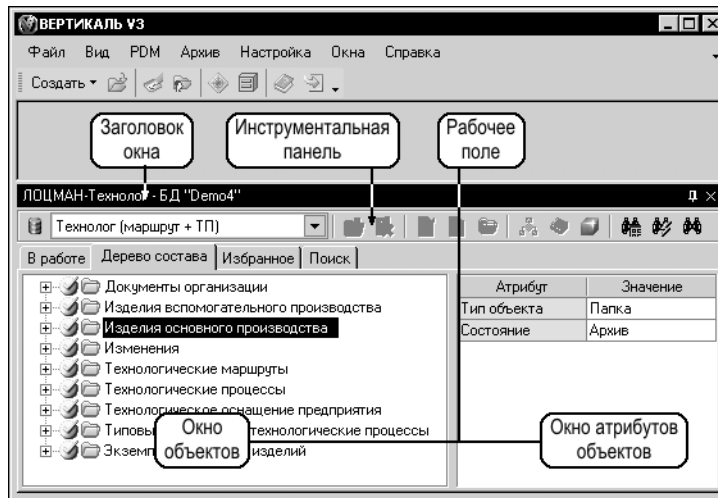

Рис. 13.1. Диалоговое окно модуля ЛОЦМАН-Технолог
Вид диалогового окна ЛОЦМАН-Технолог показан на рис. 13.1. Диалоговое окно включает:
**Рабочее поле** модуля (рис. 13.1) разделено на две части — окно объектов (левая часть) и окно атрибутов объектов (правая часть). Рабочее поле состоит из четырех вкладок, на которых отображаются следующие данные: